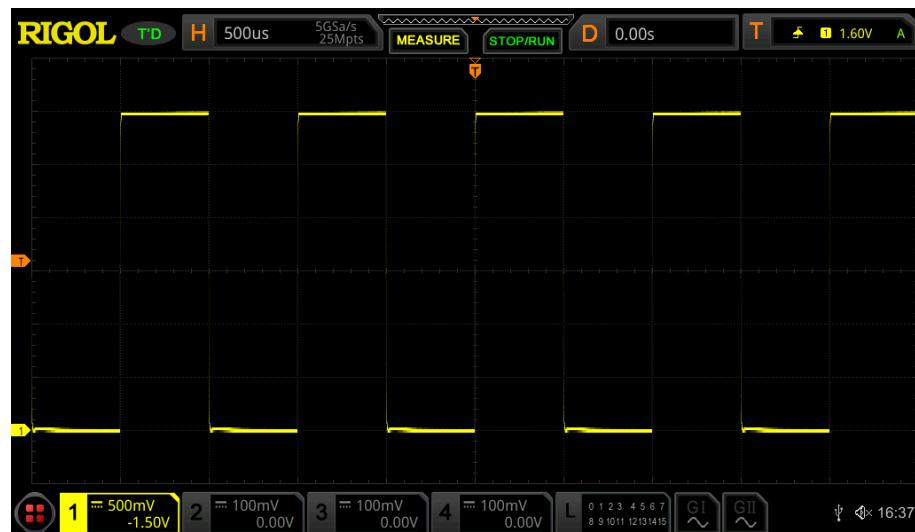

图 7.8 方波信号
- 观察示波器显示屏上的波形，正常情况下应显示 图 7.8 所示的方波信号。